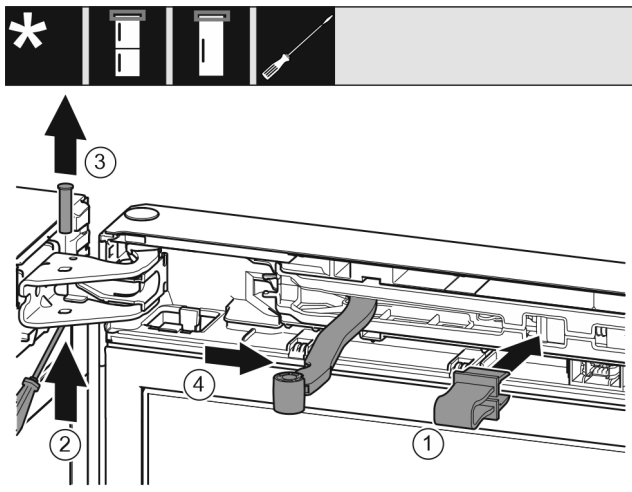

Fig. 8
- ▶ Fikseerige kaitse avasse. Fig. 8 (1)
- ▶ Lükake polt kruvikeerajaga välja. Fig. 8 (2)
- ▶ Võtke polt ülespoole välja. Fig. 8 (3)
- ▶ Pöörake liigendit ukse suunas. Fig. 8 (4)